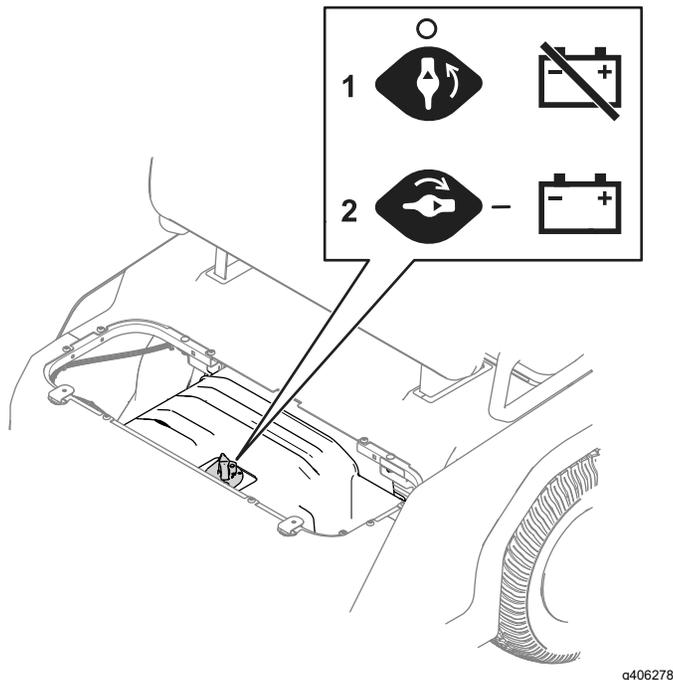

Figura 31
3. Mueva el interruptor de desconexión de las baterías a la posición deseada, como se muestra en la Figura 31.